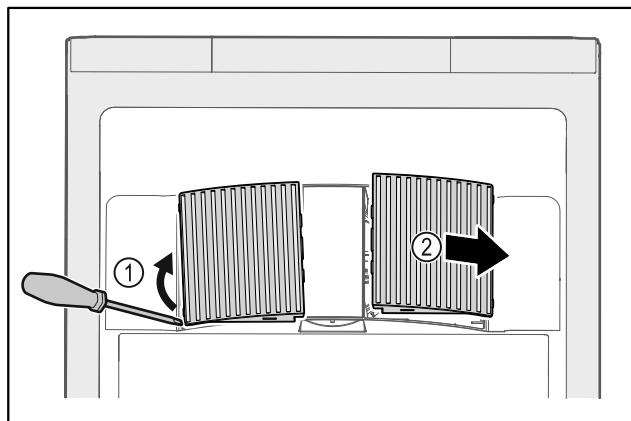

Fig. 173
- Estrarre con cautela i coperchi delle ventole dai lati Fig. 173 (1) e rimuoverli in avanti Fig. 173 (2).